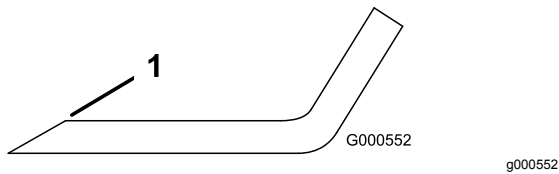

Figura 77
- Utilice una lima para afilar el filo de corte en ambos extremos de la cuchilla (Figura 77).
Nota: Si la cuchilla no está equilibrada, rebaje algo el metal en la parte de la vela solamente con una lima (Figura 77).